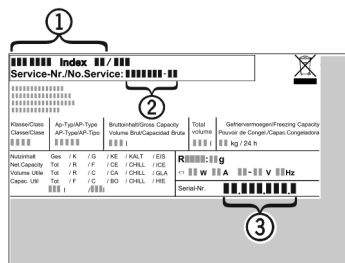

Fig. 10
- Lugege tüübisildilt maha seadme nimetus Fig. 10 (1), teenindusnr Fig. 10 (2) ja seerianr Fig. 10 (3). Tüübisilt asub seadme vasakul siseseinal.
- Teavitage klienditeenindust ja edastage viga, seadme nimetus Fig. 10 (1), teenindusnr Fig. 10 (2) ja seerianr Fig. 10 (3).